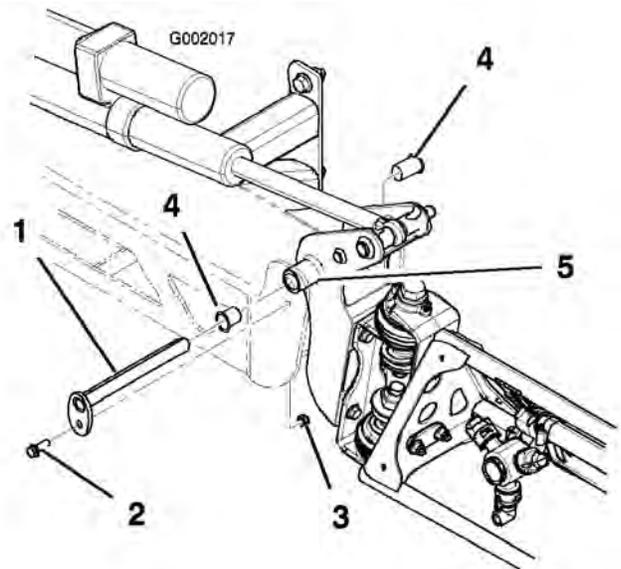

図 47
3. ブームを支えておきながら、ピボット・ピンをブーム・アセンブリに固定しているボルトとナットを取り外す (図 47)。ピボット・ピンを取り外す。
5. ナイロン・ブッシュを取り外し、ピボット・ブラケットの前面および後面側から見て点検する (図 47)。磨耗したり破損したりしている場合は交換する。
- センター・フレームにブーム&ピボット・ブラケット・アセンブリを取り付け、開口部を整列させる (図 47)。